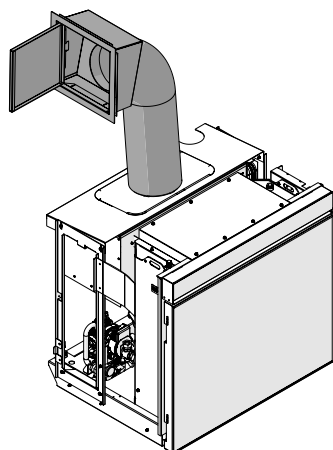

Fig. 41
- Système de chargement avec tuyau métallique flexible et volet de chargement (**Fig. 41**).